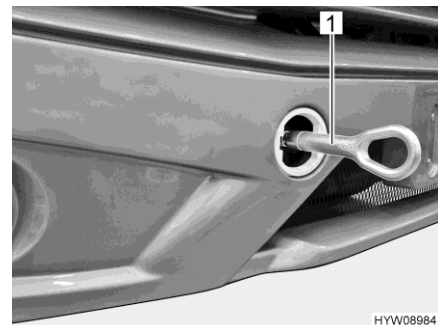

Fig. 44 Argolla de remolque (montada)
- Montar la argolla de remolque (Fig. 44,1) conforme a las indicaciones en las instrucciones de funcionamiento del vehículo básico.